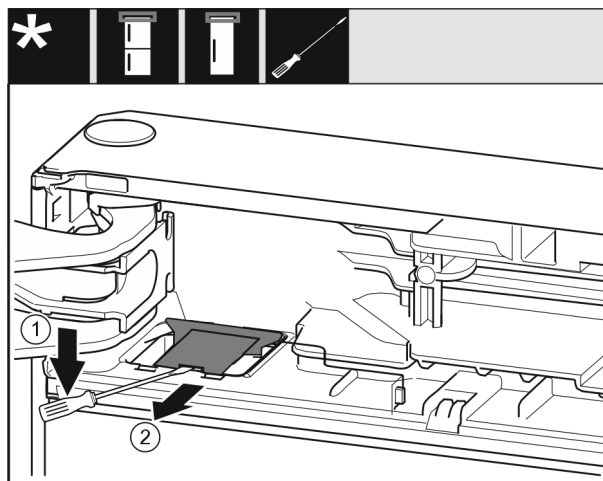

Fig. 10
► Con un cacciavite a intaglio disinnestare la copertura Fig. 10 (1).
► Estrarre la copertura Fig. 10 (2).